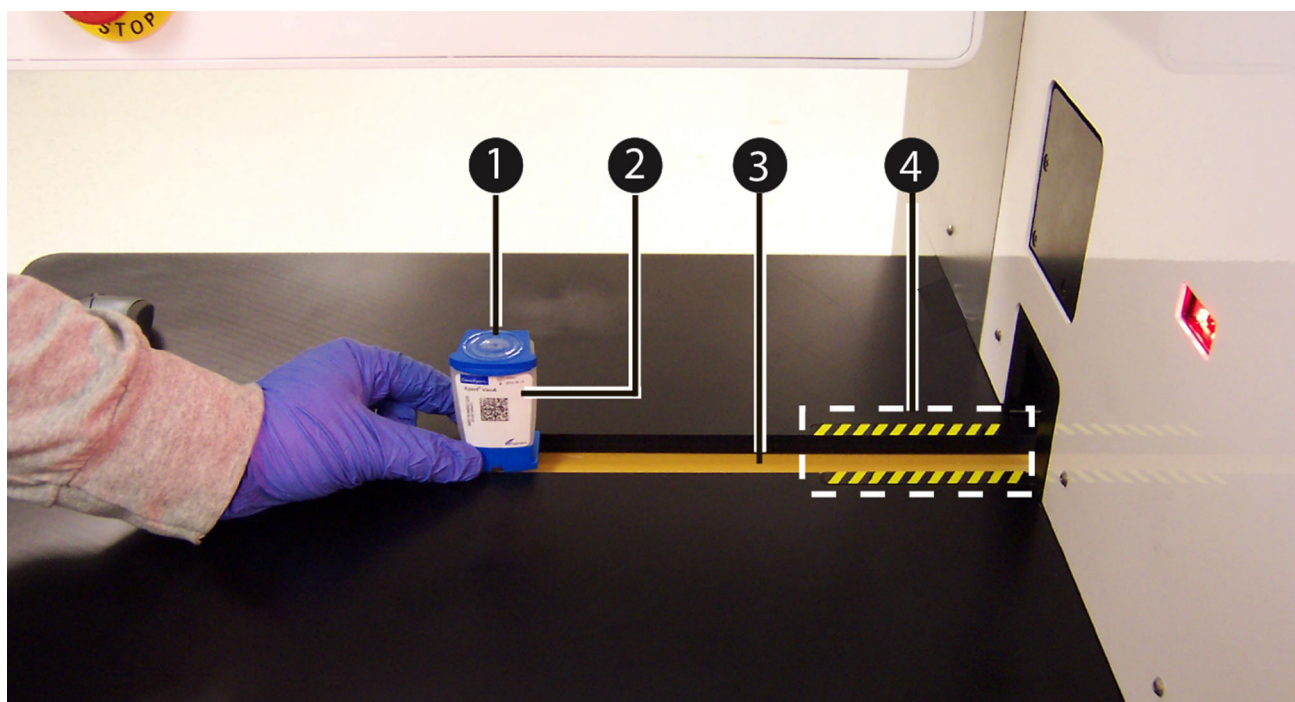

図 5-177. コンベヤーにカートリッジを配置します
- 図 5-177 に示すように、カートリッジ (アイテム # 1) をコンベヤー (アイテム # 3) の装填ゾーンの黄色と黒色の線 (アイテム # 4) の外側に装填 (または配置) します。ラベル (アイテム # 2) が手前に向いているのを確認して、カートリッジをコンベヤーに配置してください。